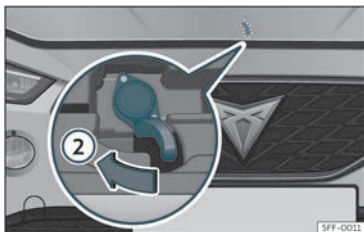

Fig. 184 Leva sotto il cofano del vano motore.
- Per aprire il cofano, premere verso sinistra con il palmo della mano la leva fino al fondo della leva situata al di sotto il cofano stesso, in centro»» fig. 184 ②. I ganci del cofano si sbloccano.